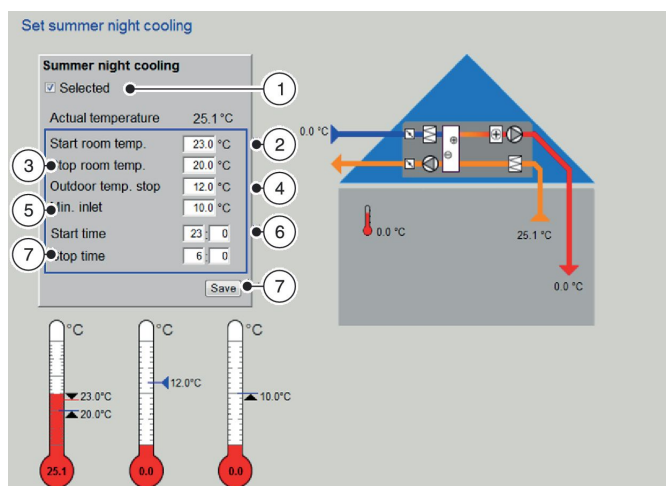

Рис. 34: Ночное охлаждение
Экран «Настроить ночное охлаждение летом» (Рис. 34) позволяет вам активировать ночное охлаждение и задать период времени для этого. Функция ночного охлаждения позволяет зданию охлаждаться при помощи наружного воздуха по ночам (т.е. за пределами часов эксплуатации); это может быть полезно в летние месяцы. Ночное охлаждение активируется, как только все требуемые настройки установлены.
2. ▶ Установите начальную температуру для ночного охлаждения ('Старт комн. темп.', Рис. 34/2).
3. ▶ Установите температуру в помещении для окончания ночного охлаждения ('Стоп комн. темп', Рис. 34/3).
4. ▶ Введите конечную температуру наружного воздуха ('Остановка наружной температуры', Рис. 34/4) для ночного охлаждения.
5. ▶ Введите минимальную температуру приточного воздуха для ночного охлаждения ('Мин. вход', Рис. 34/5).
6. ▶ Введите время старта ночного охлаждения (Рис. 34/6).
7. ▶ Введите время окончания ночного охлаждения ('Время остановки', Рис. 34/7).
8. ▶ Установите флажок (Рис. 34/1) для активации ночного охлаждения.